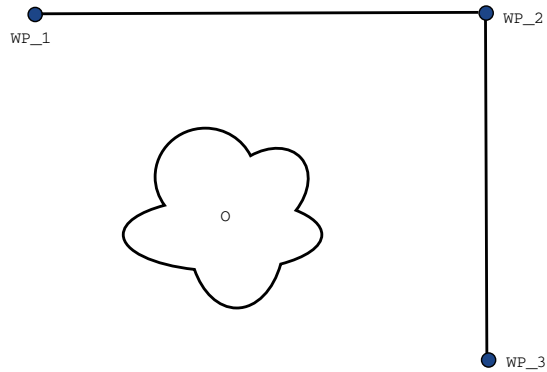

Figure 14.2: WP_1: 初期位置、WP_2: 通過点、WP_3: 持ち上げ位置、O: 障害物。
例 ピックアンドプレースのアプリケーションを例として考えた場合、(図14.2参照)、ロボットは現在中間地点1 (WP_1) にあり、中間地点3 (WP_3) で対象物を持ち上げる必要があります。対称物やその他の障害物との衝突を避けるため (O)、ロボットは WP_3 に中間地点2